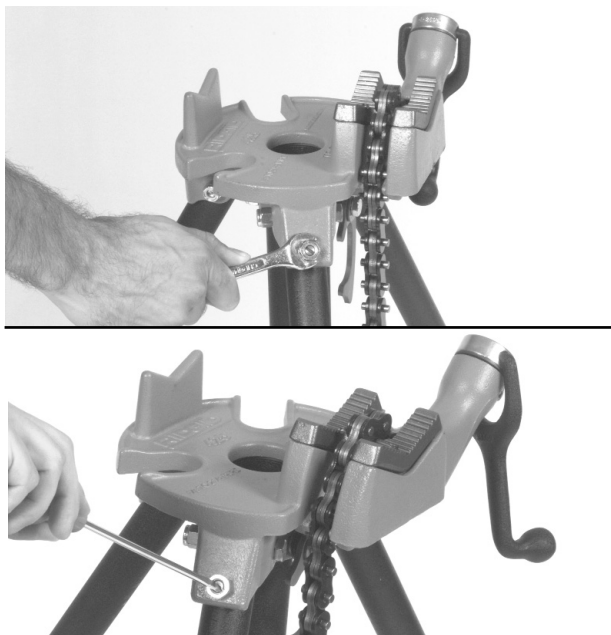

Figura 2 – Ajuste de la rigidez de las patas
- (A) Afloje la tuerca de seguridad en la pata (Figura 2 – a la izquierda de la Prensa de tornillo cuando se está mirando la parte delantera de la base).